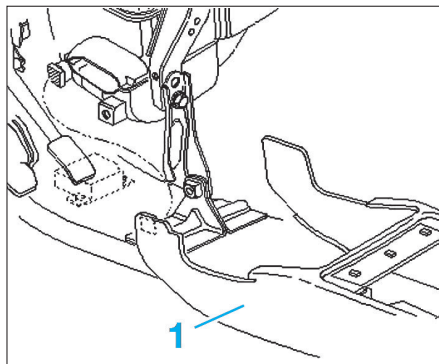

Fig. 9
- Déposer la console centrale (1) (voir opération concernée chapitre "Carrosserie") (Fig.9).